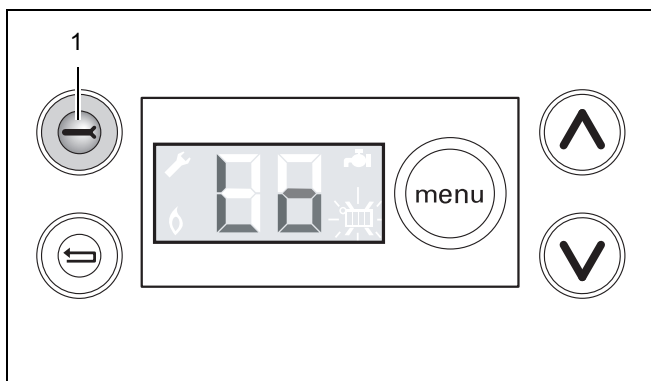

Fig. 32 DBA – Mod Lo
- Se setează cazanul în modul "Lo" prin apăsarea tastei service  (Fig. 32, Poz. 1) o dată. Vezi Meniul 3: "Setări" la pagina 22.
- Setezi cazanul în modul "Lo" prin acționarea o dată a tastei service \ominus (Fig. 32, Poz. 1).